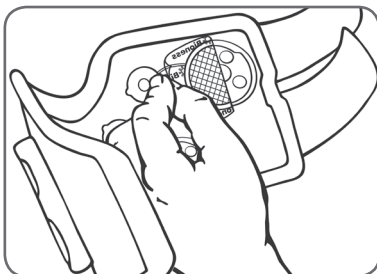

図 22 : 電極の格子がある面を電極ベースに取り付けているところ
6. 電極の格子がある面を電極ベースに取り付け、しっかりと押さえ付けます (図 22 を参照)。